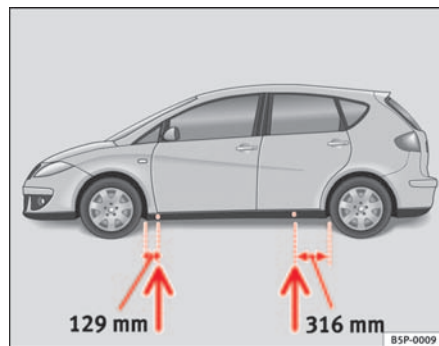

Fig. 174 Pontos de recepção do macaco
- Procure o ponto de recepção na longarina inferior, mais próximo da roda que pretende desmontar ⇒ fig. 174.
Na longarina inferior há depressões que marcam os pontos em que o macaco deve ser aplicado, à frente e atrás ⇒ fig. 174. Foi previsto um local em cada roda. O macaco não pode ser aplicado noutros pontos.